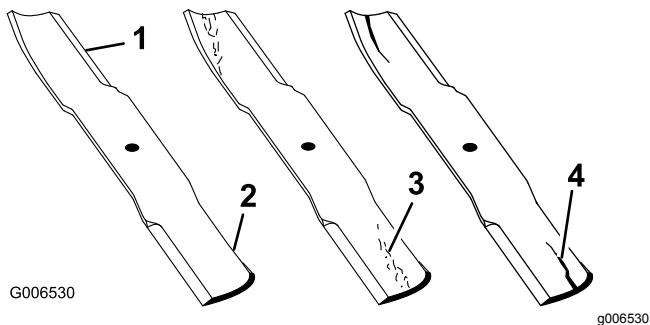

Bild 89
- Untersuchen Sie die Schnittkanten (Bild 89).
4. Wenn Sie Risse, Verschleiß oder Rillenbildung in diesem Bereich feststellen, sollten Sie sofort ein neues Schnittmesser einbauen (Bild 89).